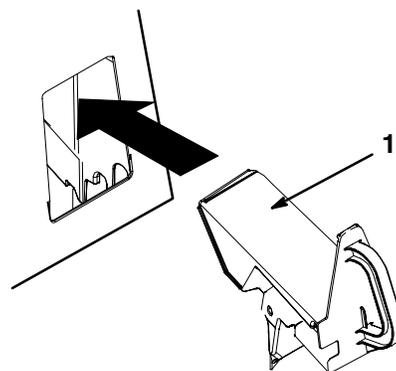

Figure 16
4. Placez l'obturateur Recycler dans l'ouverture, comme illustré à la Figure 16.